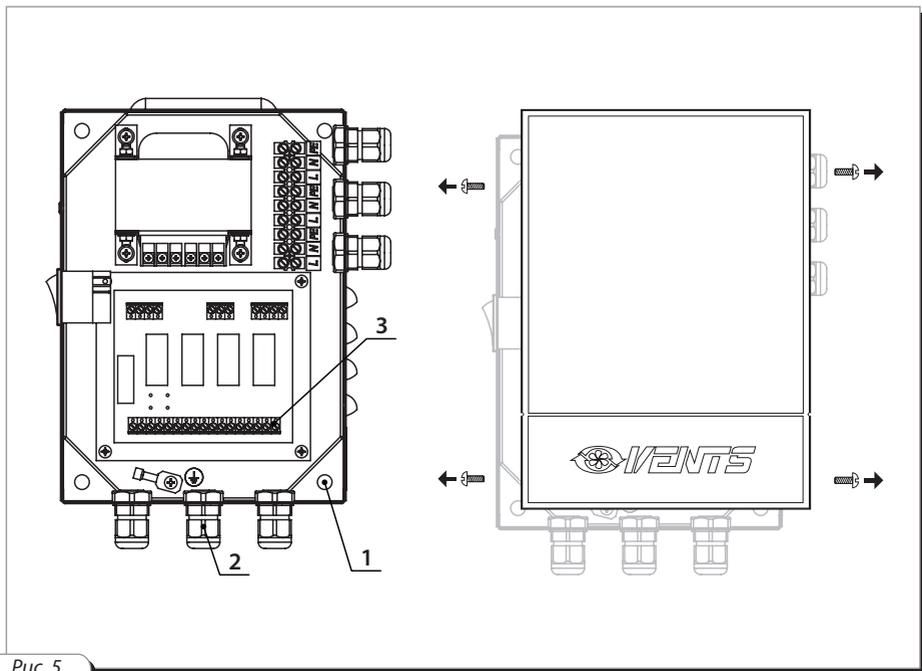

Рис. 5
- Откройте переднюю панель прибора (см.рис. 5).
- Закрепите блок управления на монтажной поверхности при помощи шурупов и крепежных отверстий 1 (см. рис.5).
- Выполните электрические подключения согласно схеме электрических подключений (см. рис.6). Подключите внешние электрические кабели к блоку управления при помощи винтовых клемм 3 (см. рис.5). Заведите кабели в корпус прибора через гермовводы 2 (см. рис.5).